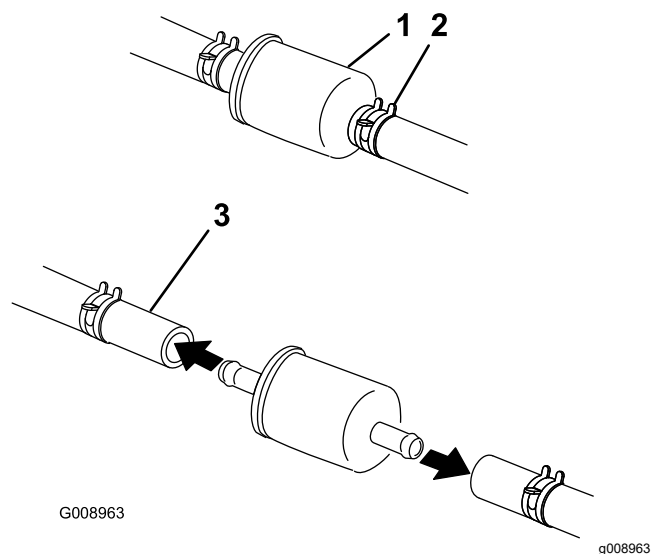

Figure 57
5. Remplacez le filtre à carburant (Figure 57).